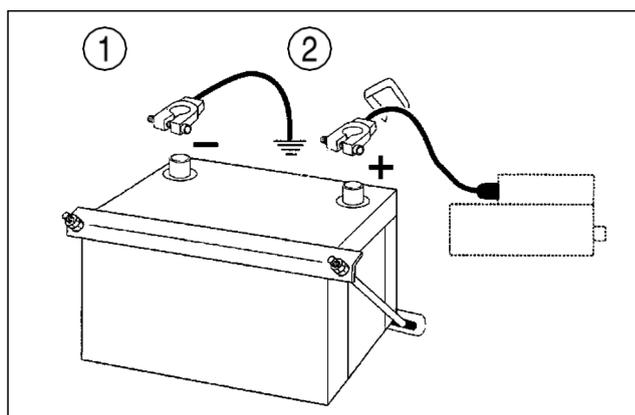

FIG. 122
FIG. 122: Los tractores se entregan con la batería instalada. Si debe reemplazar la batería, desconecte primero el cable negativo (-) (1) y seguidamente el cable positivo (+) (2). Afloje y retire la pata de fijación de la batería y retire la batería del tractor con cuidado.